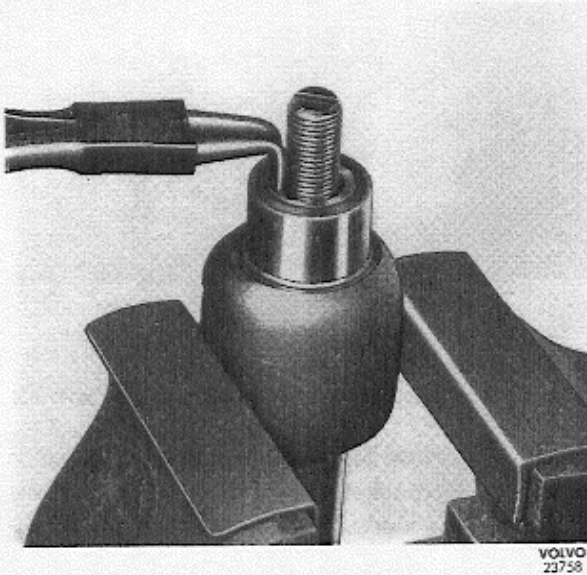

Abb. 49 Ausfedern der Innensicherung
5. Gegenmutter (3) lösen und die Stellschraube (2) aus dem oberen Lenkgehäusedeckel herausschrauben. Nach Entfernung der Innensicherung (6) läßt sich diese Stellschraube von der Lenkrollenwelle trennen, s. Abb. 49.